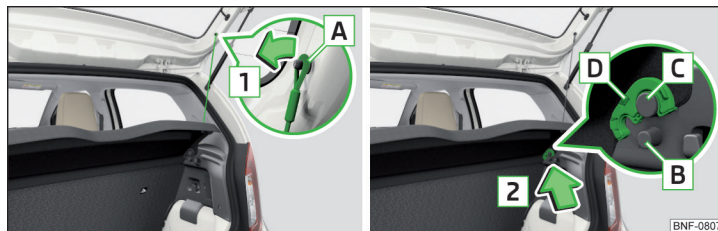

Fig. 83 Scoaterea măștii portbagajului
Dacă benzile de susținere **A** » fig. 83 sunt agățate de capota portbagajului, la deschiderea capotei se ridică și masca portbagajului (denumită în continuare doar mască).
» Rabatați în sus masca și blocați-o pe ambele laturi ale capotei portbagajului în bolțurile **B** » fig. 83.
» Rabatați masca ridicată în jos. Masca se desprinde din bolțurile **B** » fig. 83.
» Desprindeți benzile de susținere **A** de pe ambele părți ale capotei portbagajului, în sensul săgeții **1** » fig. 83.
- Poziționați elementele de prindere **D** de pe mască deasupra bolțurilor **C** » fig. 83.